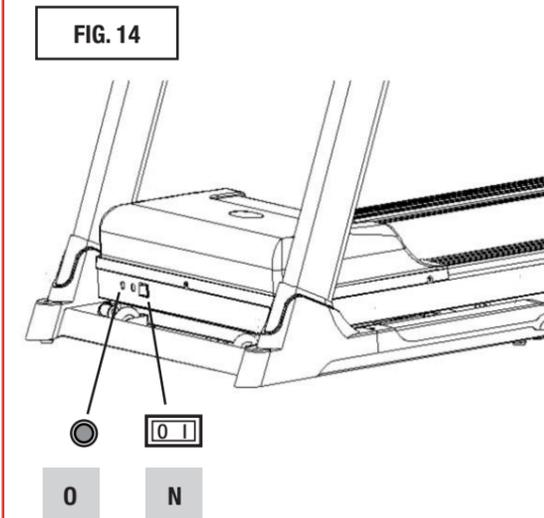

FIG. 14
- Accertarsi che l'interruttore di rete N (Fig. 14) sia in posizione "0", Off prima di inserire la spina del cavo di alimentazione nella presa di rete.
Sul retro dell'attrezzo è presente l'interruttore generale N (Fig. 14) che permette di accendere o spegnere l'attrezzo e infine un dispositivo di protezione, per proteggere l'apparecchio da sbalzi di tensione e interferenze. Quando, a causa di uno sbalzo di tensione, scatta il dispositivo di protezione, è necessario premere il pulsante di Reset O (Fig. 14) per il ripristino.